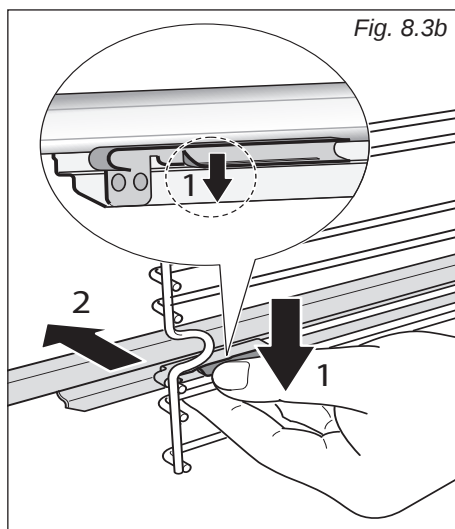

Fig. 8.3b
- Repérez les verrous de sûreté. Il s'agit de languettes qui s'agrafent sur le fil de la grille latérale (flèche 1 sur la fig. 8.3b).
- Écartez les verrous de sûreté du fil pour libérer ce dernier (flèche 2 sur la fig. 8.3b).